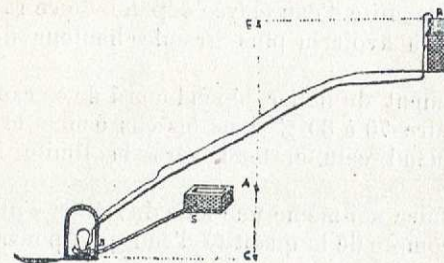

FIG. 243. — Schéma d'installation d'un béliet.
En ce qui concerne les tuyaux d'**amenée** de l'eau de chute au béliet, ils doivent être de diamètre suffisant, en droite ligne et en pente continue autant que possible et **surtout** sans aucun coude brusque qui nuirait beaucoup à la bonne marche de l'appareil (fig. 243). Des *pertes de charge* dues à des tuyaux de trop faible diamètre, ou à des coudes, nuisent absolument au bon fonctionnement du béliet.
- 1° Hauteur de la chute, de A à C (fig. 243),